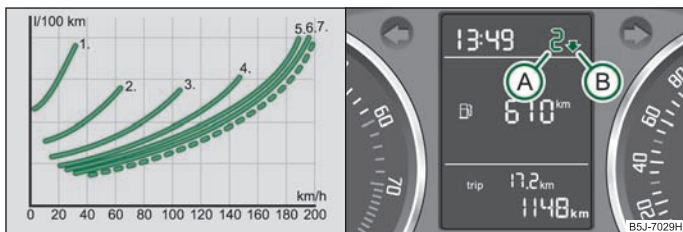

Fig. 129 Consumul de combustibil / recomandare pentru schimbarea treptei de viteză
⇒ fig. 129 arată raportul dintre consumul de carburant și viteza în fiecare treaptă de viteză. Consumul de carburant este cel mai ridicat în treapta întâi. Cel mai redus consum se înregistrează în cea mai ridicată treaptă de viteză.
Pe afișajul tabloului de instrumente se prezintă o informație despre treapta de viteză selectată (A) ⇒ fig. 129.